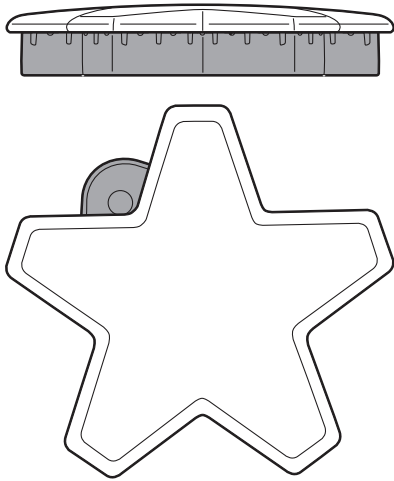
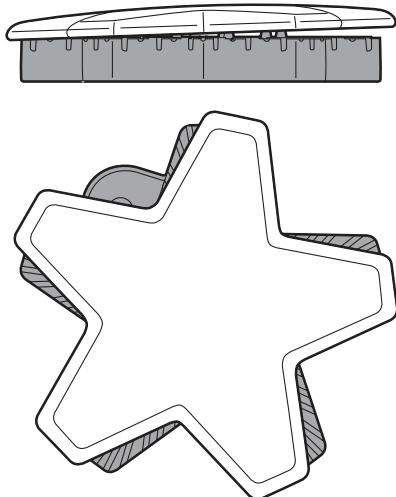

Figura 15: Tapa de quemador colocado correctamente
Figura 16: Tapa de quemador colocado incorrectamente
- Compruebe cada quemador para asegurarse de que no hay espacio entre la tapa y la base del quemador. Vea las *Figura 15* y *Figura 16* para ejemplos de tapa de quemador instalada correcta e incorrectamente.
- Puede intentar mover con cuidado las tapas de los quemadores lateralmente para asegurarse que están colocadas correctamente en su base. Cuando es el caso, las tapas están rectas en la base y cubren completamente la base del quemador en forma de estrella al miraras desde arriba, como se muestra en la *Figura 15*.
Cada quemador STAR® tiene su propio encendedor electrónico que echa chispas cuando se activa la perilla. Los quemadores deben encenderse en 4 segundos o menos. Si un quemador no se enciende, asegúrese de que la tapa esté colocada correctamente sobre la base (vea las *Figura 15*).